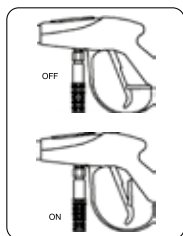

FIGURA 8.6
3. Aperte o botão de travamento da pistola para travar o gatilho na posição DESLIGADO (Figura 8.6).
9. Solte o botão de travamento da pistola "ON" Destravado, "OFF" Travado (Figura 8.6)